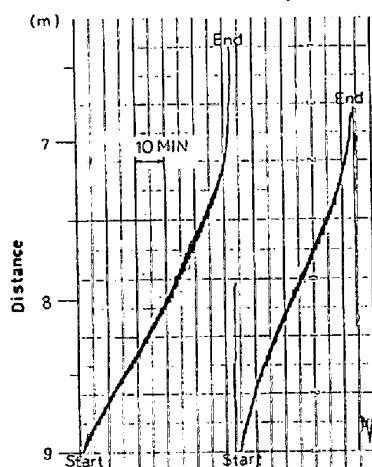

Fig. 2 Example of measurement
3. 測定結果 測定例を図2に示す。設置後の実験により以下の性能を確認した。1) 距離計と同時に手動でも測定した結果、 $\pm 50\text{ mm}$ の測定精度を得た。2) 受銑中に発生するダストや火花の影響はない。3) 落下する溶銑およびそれによる湯面の揺れの影響は信号処理によって除去することができる。4) 湯面に浮いているノロの塊がマイクロ波の視野内に入ると測定値が若干変動するが、実用上の問題にはならない。